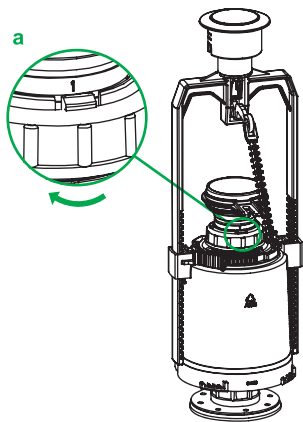
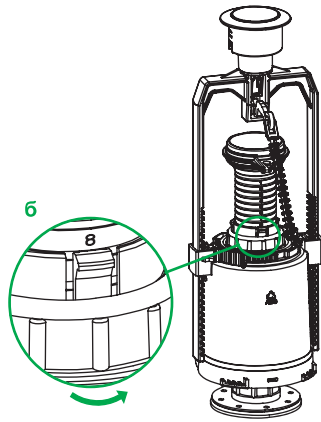

Рис. 9 / 9-сур.
Рис. 10 / 10-сур.
5. По часовой стрелке открутите гайку трубки перелива (рис. 9а) и установите необходимый уровень перелива (рис. 10). **Верхний край трубки перелива должен быть на 2–4 см выше уровня воды.** Зафиксируйте это положение поворотом гайки против часовой стрелки (рис. 10б).